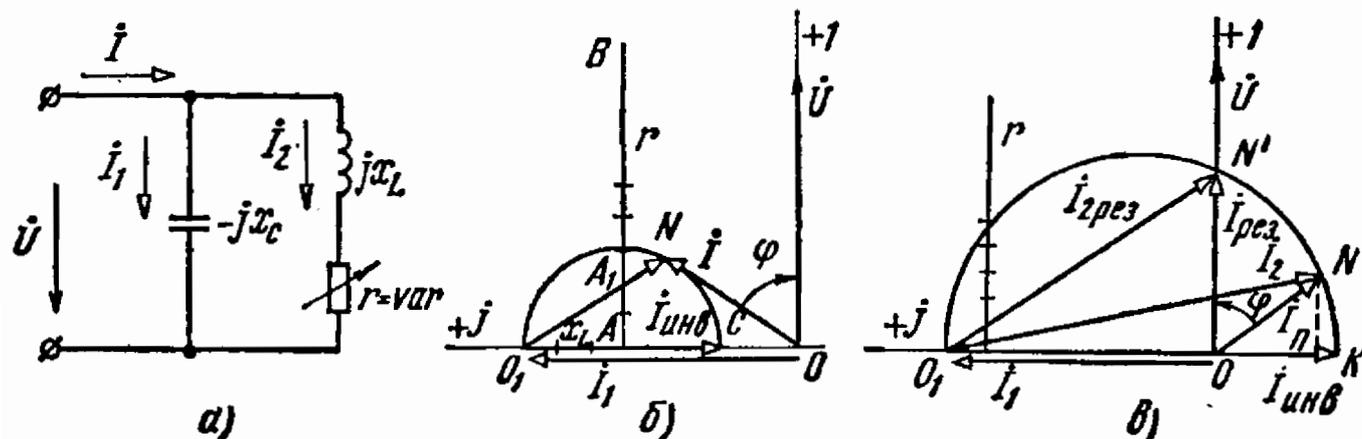

Рис. 4.27
4.27. Построить круговую диаграмму тока I цепи схемы рис. 4.27, а, если напряжение $U = 180 \text{ В}$, сопротивления $x_C = 60 \text{ Ом}$, $x_L = 90 \text{ Ом}$, сопротивление r изменяется от 0 до ∞ . Определить
Для построения круговой диаграммы тока I_2 на рис. 4.27, б от точки O_1 вправо отложим отрезок $\overline{O_1A} = \frac{x_L}{m_r}$ и проведем прямую AB , являющуюся линией сопротивления r . Инверсный ток $I_{\text{ялв}} = I_{\text{зк}} = 180/90 = 2 \text{ А}$ определяет диаметр окружности O_1C . Для любого сопротивления $r = \overline{AA_1} m_r$ ток I_2 определяется в масштабе тока m отрезком $\overline{O_1N}$.
Вектор напряжения \dot{U} совпадает с вещественной осью $+1$, поэтому при $I_1 > I_{2к}$ угол сдвига фаз $\varphi < 0$ и в цепи не может иметь места резонанс токов. Такой резонанс может наступить только при $I_1 < I_{2к}$ или при $x'_L < x_C$, т. е. при $x'_L < 60$ Ом. Предположим, что $x'_L = 40$ Ом. Тогда $I_{2к} = 180/40 = 4,5$ А и круговая диаграмма будет иметь вид диаграммы рис. 4.27, в.